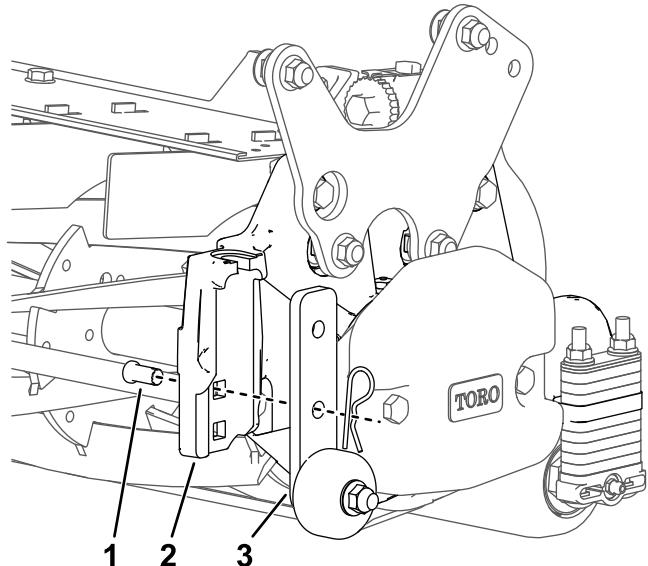

Figura 19
- Levante os suportes do rolo de oficina depois de a unidade de corte ser subida até à posição de funcionamento (Figura 19).